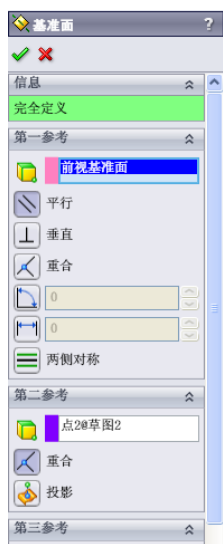

图 9-80 “基准面”属性管理器
(7) 创建基准面。选择菜单栏中的“插入”→“参考几何体”→“基准面”命令，或者单击“参考几何体”工具栏中的（基准面）按钮，此时系统弹出如图 9-80 所示的“基准